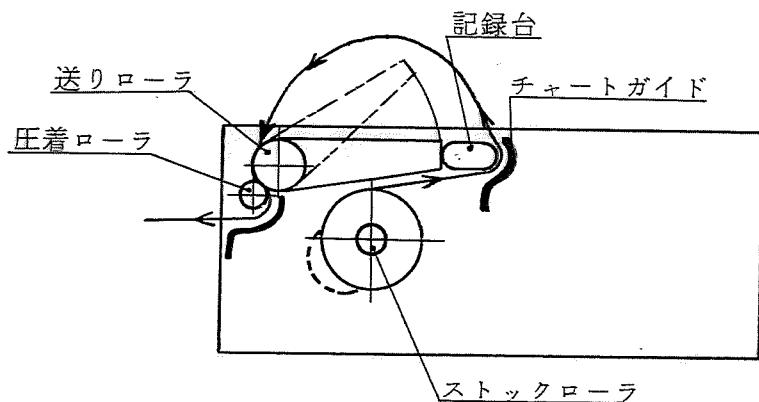

図 2-3
- 6) 機内にストックした記録紙を図2-3の様にチャートガイドと記録台の間を通して、記録板を閉めて下さい。次に記録紙を送りローラと圧着ローラの間を通して引出して下さい。
- ・ストックされたロール紙にたるみ(図2-3の点線)がないように記録紙を外に充分引き出して下さい。